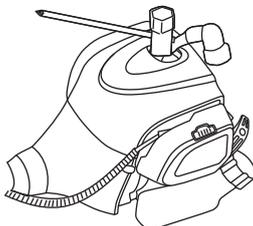

Fig. 30a
- Débrancher le connecteur de bougie d'allumage (A2). Desserrer la bougie d'allumage avec la clé à bougie (E2, E1) dans le sens contraire des aiguilles d'une montre, puis la retirer avec précaution (voir Fig. 30a).